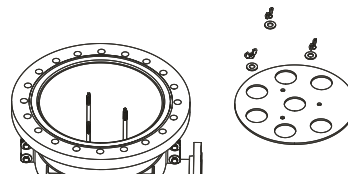

図 15.
5. カートリッジの押さえ板から蝶ナットとワッシャーを取り外します (図 15)。